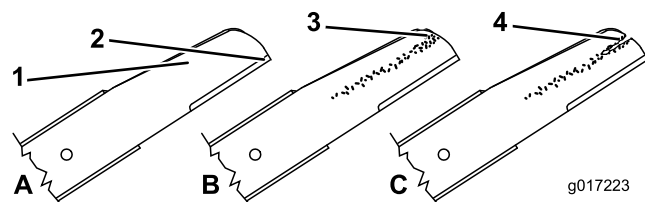

Figure 27
1. Examinez le tranchant des lames (Figure 27). Si elles sont émoussées ou présentent des indentations, déposez les lames et affûtez-les ou remplacez-les.
2. Inspectez les lames, en particulier l'ailette (Figure 27). Remplacez immédiatement toute lame endommagée, usée ou qui présente une entaille.